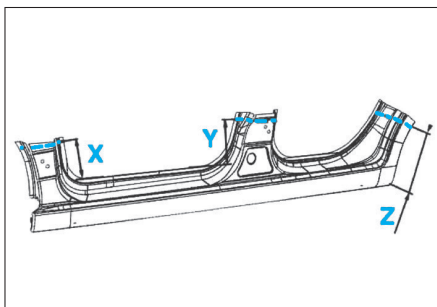

FIG. 30
- Découper le bas de caisse complet neuf, comme illustré (Fig.30).